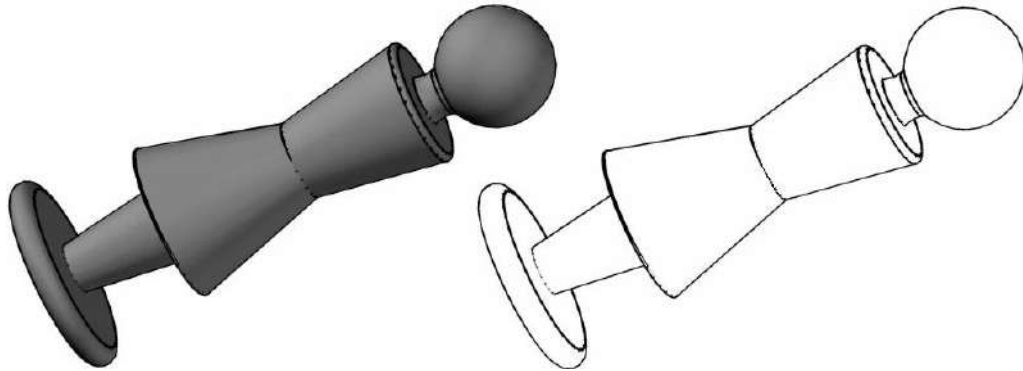
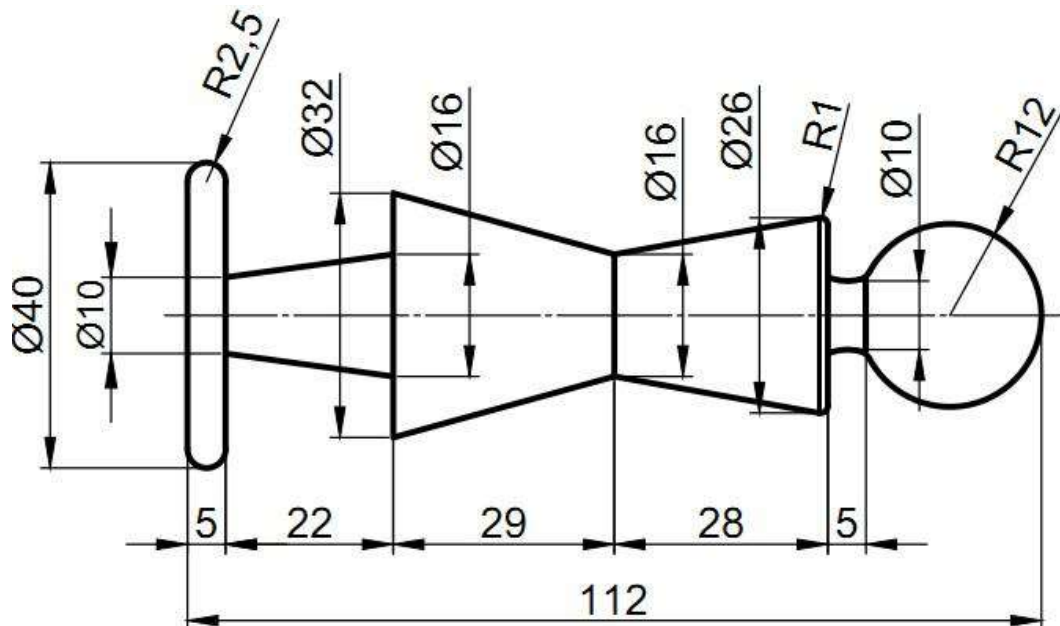

Рис. 1
Рис.2
1. По данному образцу (Рис. 1) и эскизу (Рис. 2) выточить игрушку-солдатик.